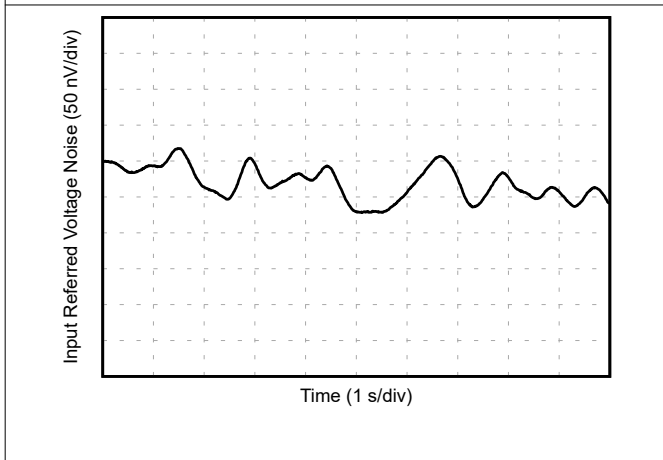

Figure 6-23. 0.1-Hz To 10-Hz Noise
0.1-Hz To 10-Hz Noise	Figure 6-23